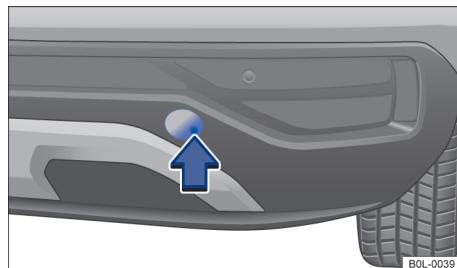

图 131 后保险杠上右侧：取下盖板
- 沿箭头方向按压盖板的右侧区域 → 图 131，松开盖板的卡止件。